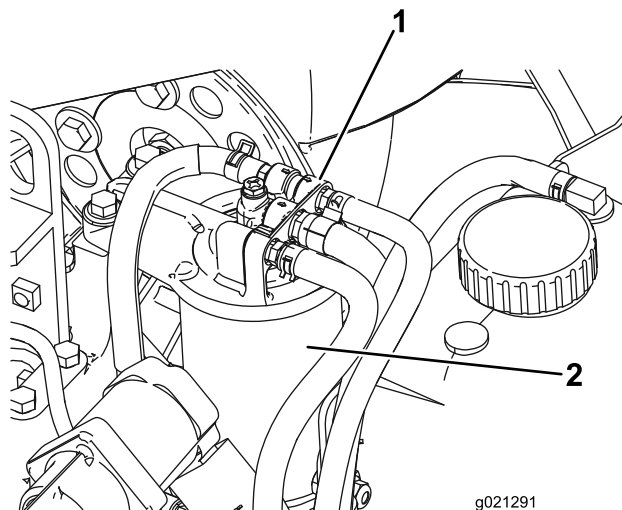

Bild 58
1. Reinigen Sie den Bereich um den Kraftstofffilterkopf (**Bild 58**).
2. Entfernen Sie den Filter und reinigen die Kontaktfläche (**Bild 58**).